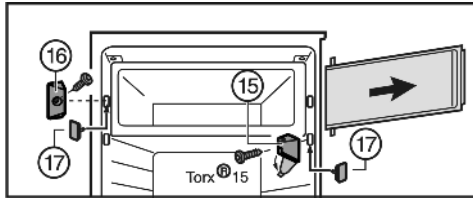

Fig. 11
- ▶ Ouvrir le cache du support d'appui Fig. 11 (15).
- ▶ Dévisser le support d'appui Fig. 11 (15) avec la porte du compartiment.
- ▶ Dévisser l'élément de fermeture Fig. 11 (16).
- ▶ Boucher les trous à l'aide des bouchons Fig. 11 (17) joints.